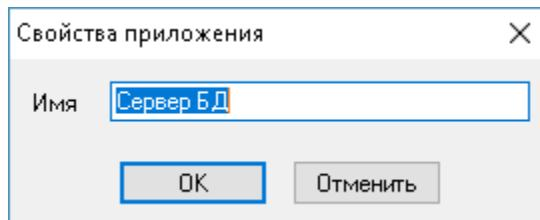

Рисунок 4.1.2 - Окно ввода названия приложения
- ⇨ вызов окна «Свойства приложения», в котором отображается текущее имя варианта запуска приложений с возможностью его изменения Пользователем (рисунок 4.1.2). Максимальная длина имени приложения 63 символа.